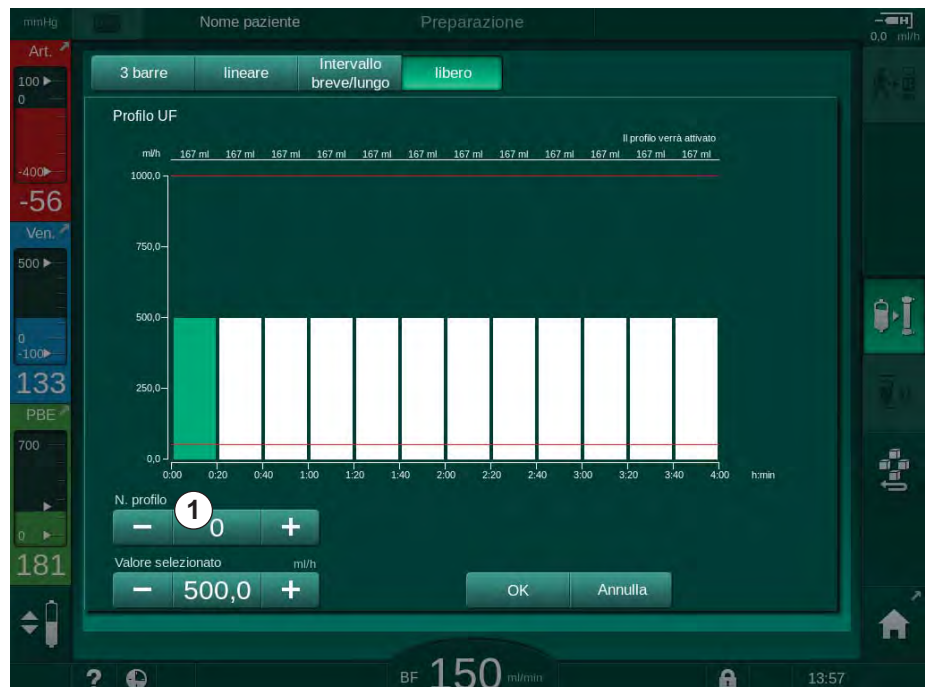

Fig. 5-15 Selezione del profilo UF
4. Per poter selezionare uno dei 10 profili modificabili a piacere, toccare l'icona + o – nella casella *Profilo n.* (Fig. 5-15, ①) oppure immettere il numero da 1 a 10 direttamente nel campo.